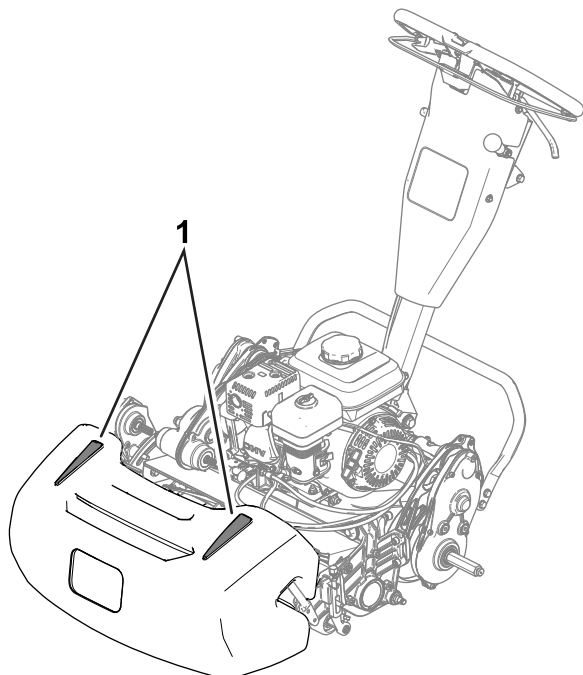

Figura 24
- Per tosare in linea retta il green e mantenere la macchina alla medesima distanza dal bordo della falciatura precedente, utilizzate le strisce di allineamento sul cesto (Figura 24).